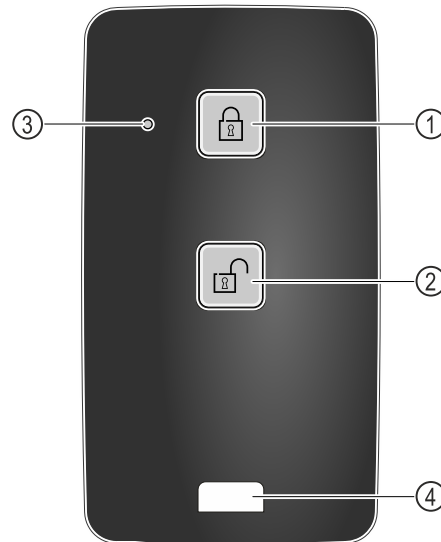

Fig. 249
- Premere il tasto Fig. 249 (1) sul telecomando.
- Premere il tasto Fig. 249 (2) sul telecomando.
- Il LED di stato Fig. 249 (3) fornisce un feedback visivo quando viene premuto un pulsante.
- Occhio Fig. 249 (4) per agganciare il telecomando, ad esempio a un portachiavi.